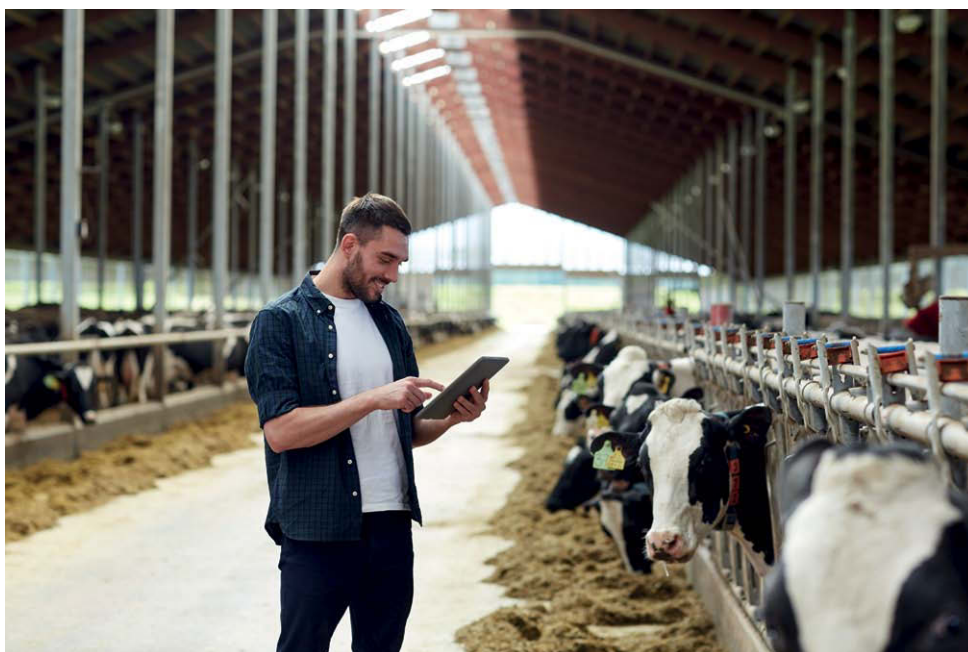

Bild 1: Mit dem Fressverhalten im Blick werden Krankheiten sofort erkannt – Bluetooth Mesh verbindet die Sensorik effizient und günstig.
ten sind Beispiele für neue Bedrohungen, die ganze Produktionslinien zum Stillstand bringen und zu erheblichen Kosten und Image-schäden führen können. Die kleinste Sicherheitslücke in der Infrastruktur eines Unternehmens kann zum Diebstahl von Daten, geistigem Eigentum (IP) und Prozess-Know-how führen. Der Schutz dieser sensiblen Informationen erfordert maßgeschneiderte Lösungen, die umfassend funktionieren und gleichzeitig die richtige Balance zwischen Sicherheitsanforderungen und finanziellen Beschränkungen finden. Hersteller benötigen leistungsfähige, zuverlässige und skalierbare Sicherheitstechnologien, um die Kommunikation zwischen Geräten und Maschinen in stark vernetzten Infrastrukturen sicherzustellen (Bild 1).
Bild 1: Hersteller benötigen leistungsfähige und zuverlässige Sicherheitstechnologien, um die Kommunikation zwischen Geräten und Maschinen in stark vernetzten Infrastrukturen abzusichern.